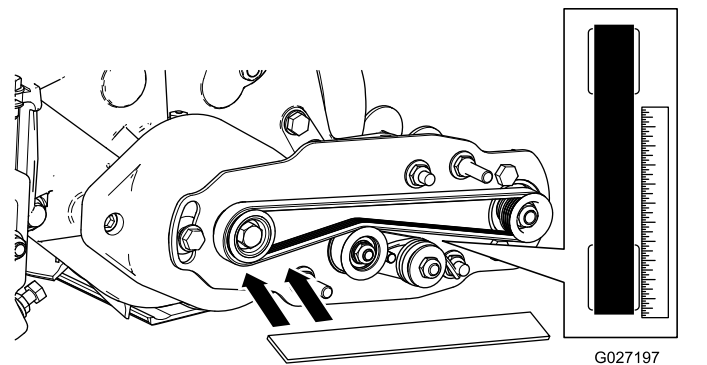

図 16
- 駆動プーリの外側面に直定規を当てる 図 16。駆動プーリと受動プーリの両方に直定規を当て **ない** こと。